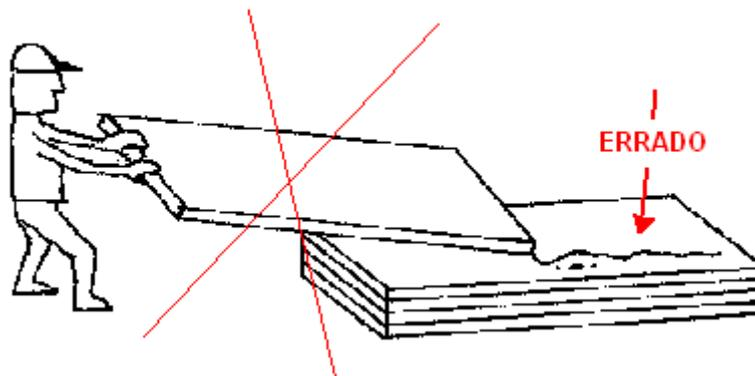

Figura 7 – Modo incorreto de carregar ou descarregar
**OBSERVAÇÃO:** A Prevenção não se responsabilizará por Portas danificadas, com arranhões ou amassamento, normalmente provocados pelo manuseio incorreto, conforme item 3.3.
**3.3** Não arraste as portas ao serem descarregadas, pois poderão danificar ou até mesmo inutilizar o material (figura 7). Se isto acontecer, haverá uma taxa de transporte fora o material a ser substituído.